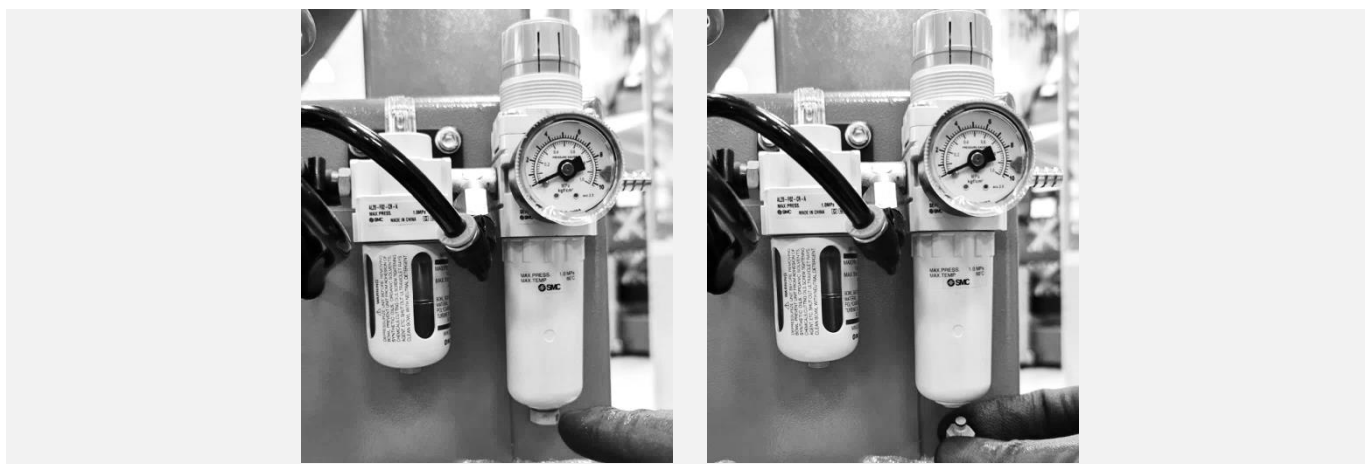

Рисунок 60
11.3.1 При достижении конденсатом уровня на 10 мм ниже фильтрующего элемента, необходимо выполнить его слив. Для этого повернуть сливную пробку на дне стакана (см. Рисунок 60) и дождаться полного вытекания конденсата.